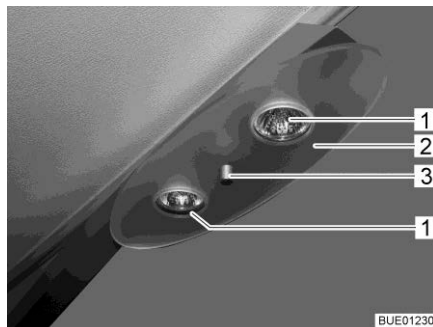

Bild 191 Halogendeckenleuchte
- Haltemutter (Bild 191,3) abschrauben und Deckplatte (Bild 191,2) abnehmen.
- Halogenglühlampe (Bild 191,1) entfernen.